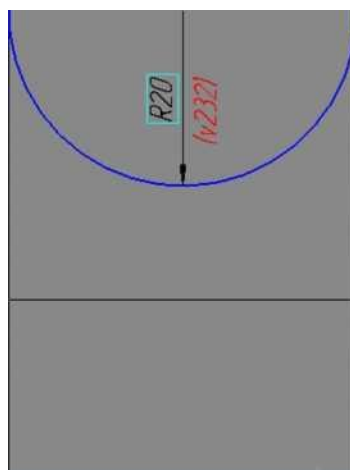

Рисунок 4.
- удаляем отрезки **а**, **б** и между точками **б** и **7** строим новый отрезок, получая окончательный эскиз бобышки, рисунок 4;